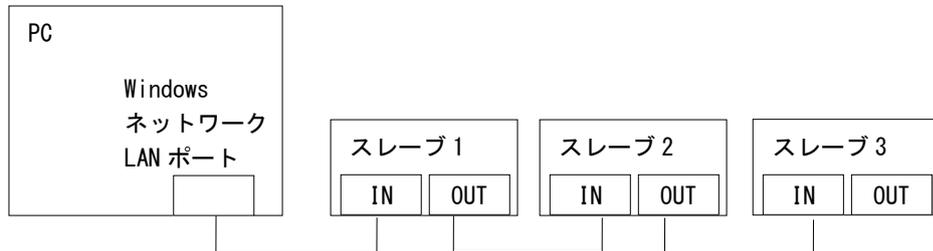

図 1-5-2-1. EtherCAT 接続図
① Ethernet ケーブルの接続
A)、B)、D)を図 1-5-2-1 のように EtherCAT スレーブをデジチェーン接続します。